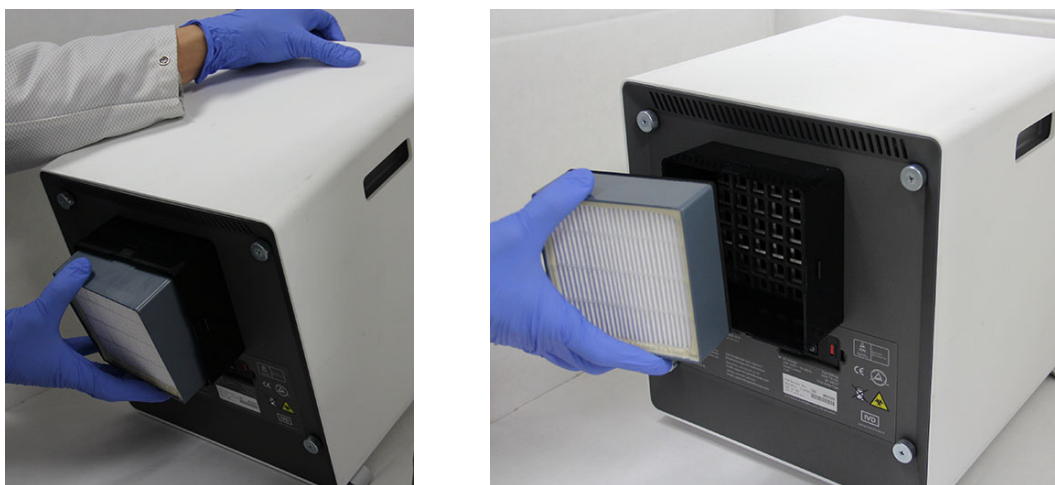

Figure 9-28. Retrait du filtre HE
7. Inclinez l'instrument GX-IV vers la surface devant vous pour retirer le filtre HE. Le filtre HE devrait sortir facilement. Voir Figure 9-28. Jetez l'ancien filtre HE.